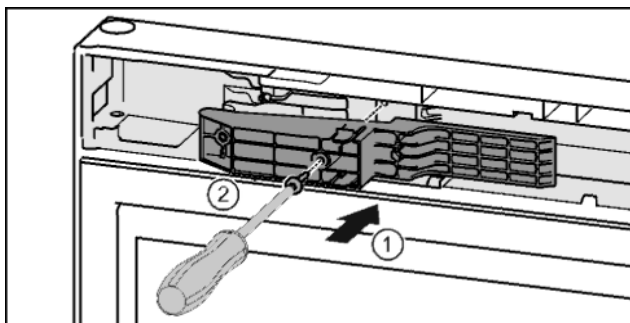

Fig. 45*
- ▶ Вставить деталь адаптера в отверстие на стороне ручки. Fig. 45 (1)*
- ▶ Затянуть винты отверткой T15. Fig. 45 (2)*